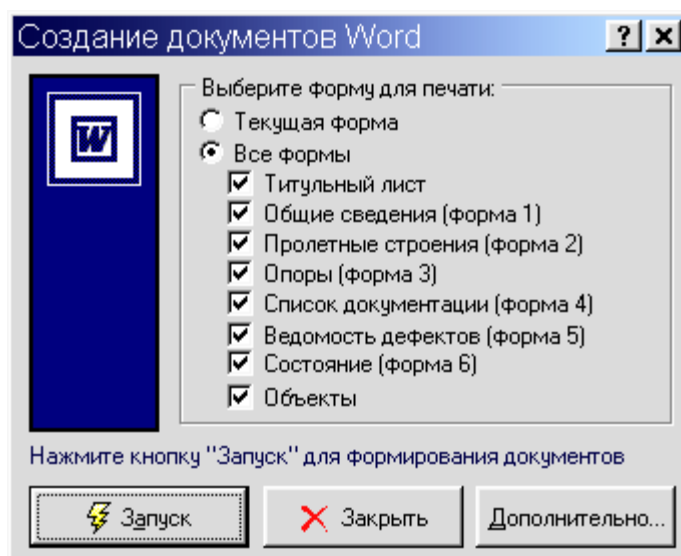

Рис. 38. Окно создания документов MS Word с формами паспорта моста
На рис. 38 показан первоначальный вид диалогового окна создания документов для печати.
- ✧ После окончания печати нажмите кнопку [Отмена] или клавишу <Esc>, чтобы вернуться к первоначальному состоянию (рис. 38). Чтобы закрыть диалог, еще раз нажмите кнопку [Закреть] или клавишу <Esc>.
Для вызова этого окна выполните Вид⇒Параметры..., а затем выберите вкладку “Паспорт моста”, или нажмите кнопку [Дополнительно...] в окне печати паспорта моста (рис. 38).